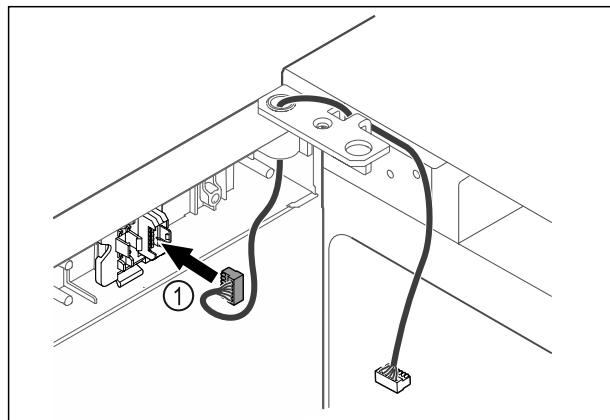

Fig. 46
- ▶ Dugja be a dugót Fig. 46 (1) a dugófoglatba.